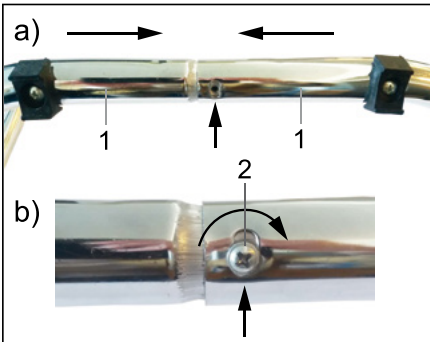

Fig. 59: Montaż oprawy
7. Złożyć obie połówki oprawy (1), jak pokazano na rys. 59 a).
8. Dokręcić je za pomocą śruby z łbem krzyżakowym soczewkowym (2). Patrz rys. 59 b).